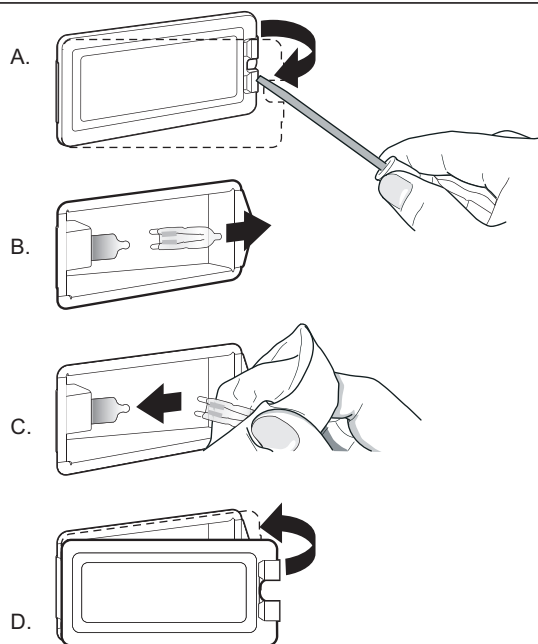

Figure 34 : Emplacement de l'ouverture
3. Insérez la pointe d'un tournevis plat entre l'attache de fixation et le boîtier de la lampe (*Figure 34, A*). Soutenez le couvercle de la lentille de verre avec deux doigts le long du rebord inférieur pour empêcher qu'il tombe sur le plancher du four. Tournez doucement le tournevis plat pour détacher le couvercle de la lentille de verre.
5. Retirez l'ampoule en la saisissant et la faisant glisser vers l'arrière jusqu'à ce que les deux broches sortent du support en céramique (*Figure 34, B*).
6. Ne touchez pas au verre de la nouvelle ampoule de remplacement avec vos doigts, sans quoi elle ne fonctionnera pas lorsque vous l'allumerez. Prenez l'ampoule de remplacement avec un linge sec et propre. Localisez les deux fentes du support de céramique en y poussant doucement les deux broches de l'ampoule (*Figure 34, C*).
8. Faites glisser la lentille de protection dans l'attache du support et poussez l'autre extrémité jusqu'à ce que l'attache de fixation s'enclenche dans le boîtier (*Figure 34, D*).